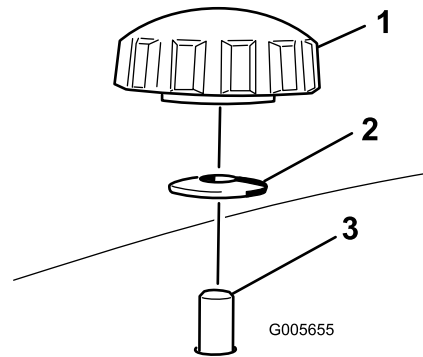
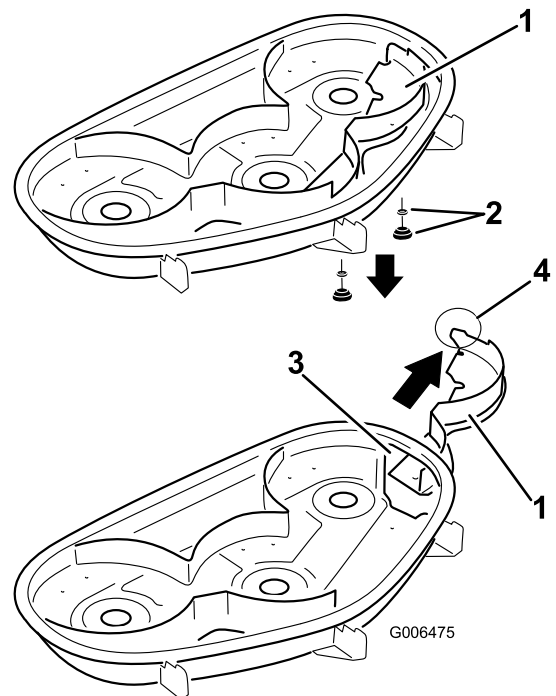

Bild 31
Bild 32
4. Nehmen Sie die beiden Handräder und die Wellenscheiben ab, mit denen das rechte Ablenkblech am Mähwerk befestigt ist, wie in Bild 31 dargestellt.
5. Nehmen Sie das rechte Ablenkblech ab und senken Sie das Grasablenkblech über der Auswurfkanalöffnung ab, wie in Bild 32 und Bild 31 dargestellt.
5. Schieben Sie das rechte Ablenkblech unter das Mähwerk und befestigen Sie es mit zwei Handrädern und Wellenscheiben (kappenförmige Seite zum Mähwerk), wie in Bild 31 und Bild 32 dargestellt.